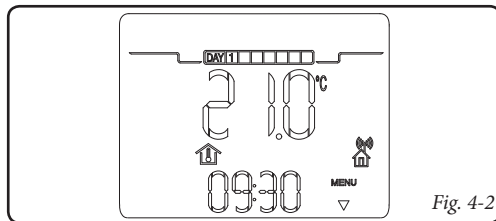

Fig. 4-2
- **Modalità stand-by / antigelo (\*).** In questa modalità la caldaia può funzionare solo in caso di richiesta antigelo ambiente. In questo stato viene comunque visualizzato il giorno, l'ora corrente, eventuali anomalie di funzionamento e la temperatura ambiente (fig. 4-2).